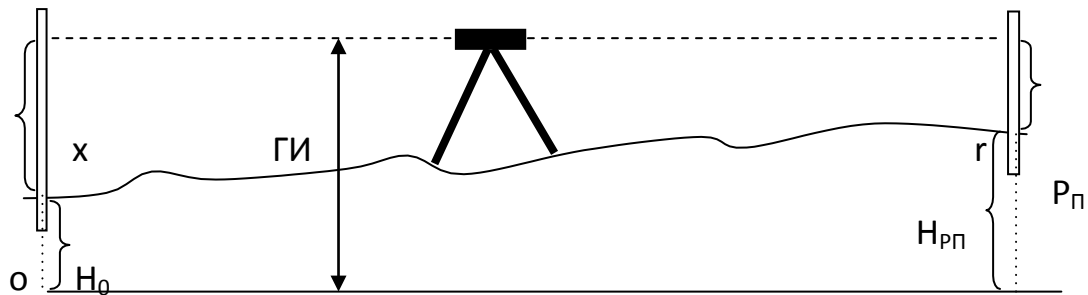

Рис. 19. Схема вынесения проектной отметки
1) установить нивелир примерно посередине между репером и местом вынесения точки (рис. 19) и взять отсчет по рейке, установленной на репере;